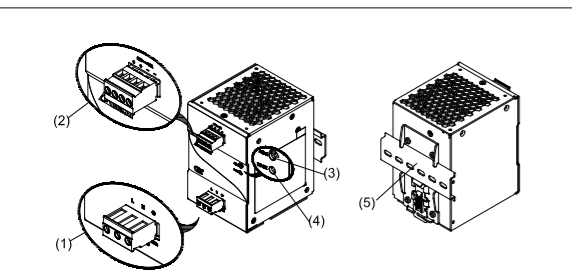
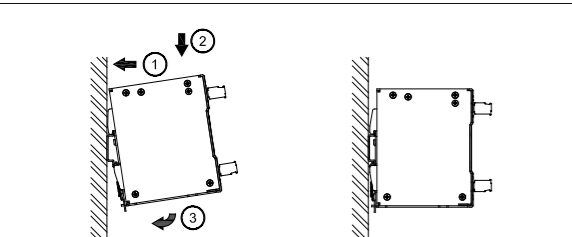
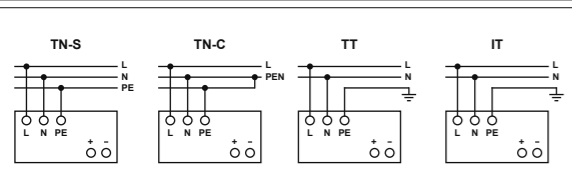

Figure 1
Figure 2
Figure 6
2. Device description (Fig. 1)
3. Mounting (Fig. 2)
Snap on the DIN rail as shown in Fig. 2:
5.1. Input connection (Fig. 1 (1), Fig. 6)
Use L, N and PE connections of input terminal connector (see Fig. 1 (1)) to establish the 100-240Vac connection.
5.2. Output connection (Fig. 1 (2))
Use the “+” and “-” screw connections to establish the 24Vdc connection. The output provides 24Vdc. The output voltage can be adjusted from 24 to 28Vdc on the potentiometer. The green LED DC OK displays correct function of the output (Fig. 1 (5)). The device has a short circuit and overload protection and an over voltage protection limited to 35Vdc.
2. Description de l'appareil (Fig. 1)
- Potentiomètre de réglage de tension continue (CC)
3. Montage (Fig. 2)
Encliquez le sur le rail DIN comme indiqué à la Fig. 2:
5.1. Raccordement d'entrée (Fig. 1 (1), Fig. 6)
La connexion au 100-240Vca s'effectue par les bornes L, N et PE (terre de protection) du bornier d'entrée (voir Fig. 1(1)).
5.2. Raccordement de sortie (Fig. 1 (2))
La sortie délivre un courant en 24Vcc. La tension de sortie peut être réglée entre 22 et 28Vcc à l'aide du potentiomètre. Le voyant DEL OK vert indique le bon fonctionnement de la sortie (Fig. 1 (4)).